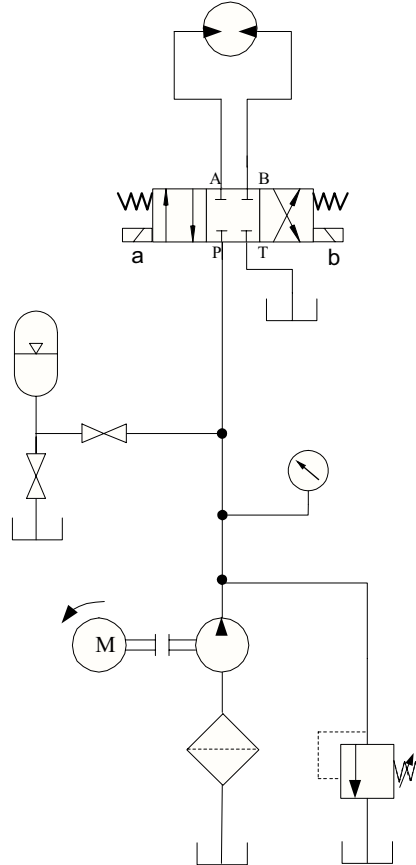

Figura 4.4. Actuador rotatorio con válvula 4/3 centro cerrado.
12. Construir el circuito de la figura 4.4.